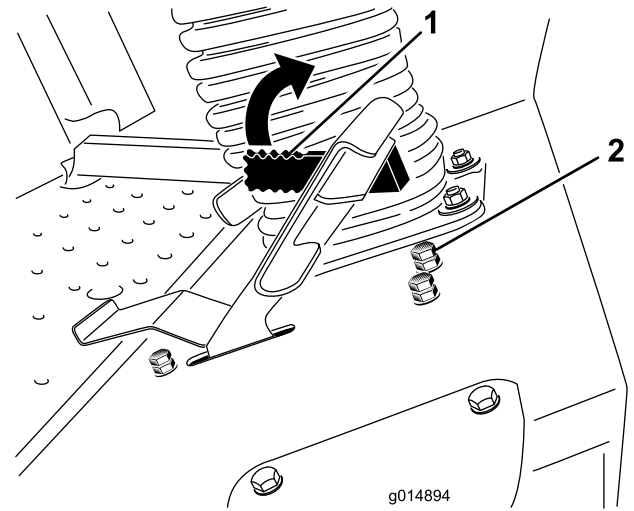

Figura 41
- Afloje la contratuerca del perno de tope del limitador de la velocidad de siega (Figura 41).
La palanca del limitador de la velocidad de siega (Figura 41) puede moverse hacia adelante para limitar la velocidad de tracción durante el uso.